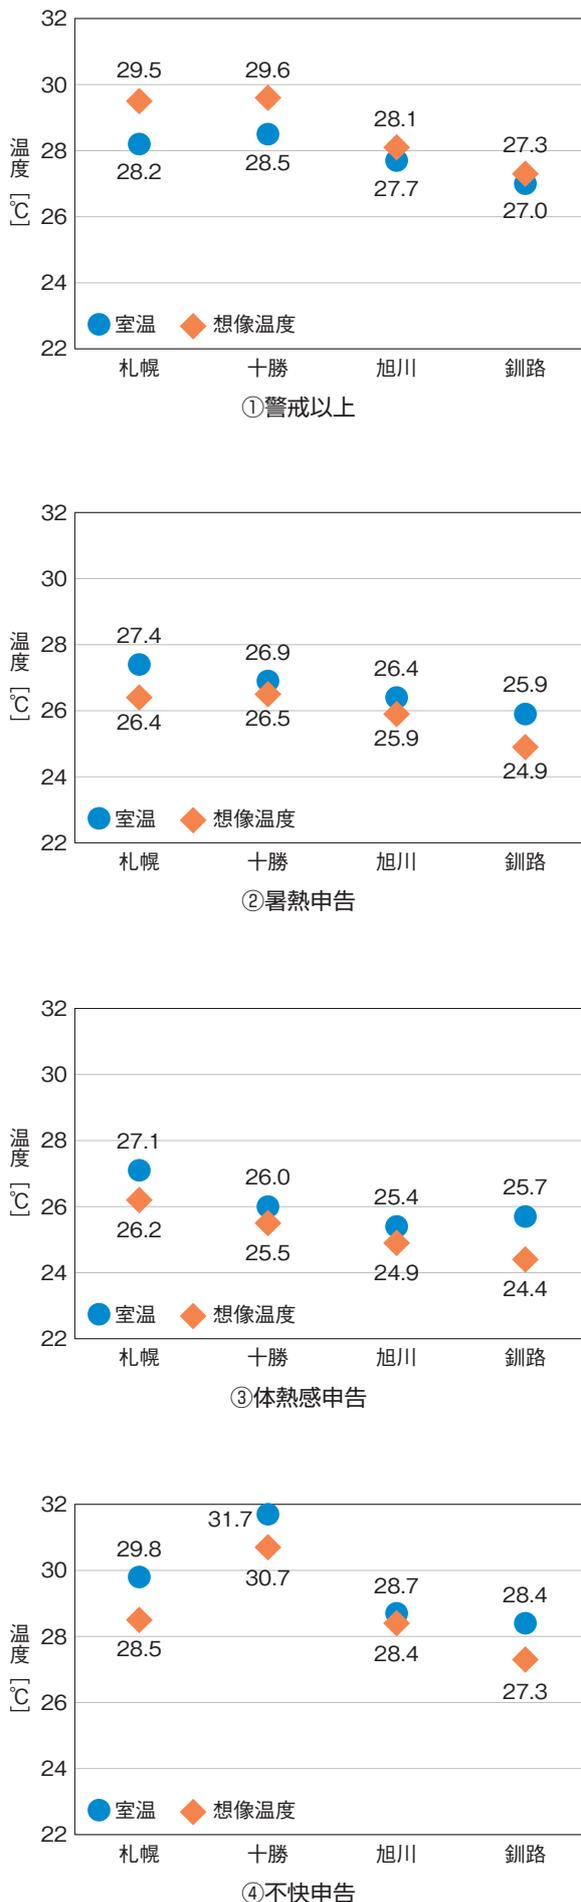

図4 ロジスティック回帰分析の結果
分析の結果を図4に示します。まず発現温度は、室温・想像温度ともに、都市により差が見られました。このことから、①～④のいずれにおいても、発現温度に着目することで地域差を考慮できることがわかりました。